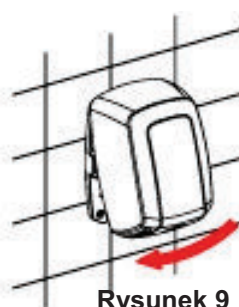

Rysunek 7
- Podłącz przewody zasilające do listwy zaciskowej. Zgodnie z oznaczeniami - faza (L), zero (N) oraz uziemienie - podłącz kable do odpowiadających im gniazd w listwie (Rysunek 7).